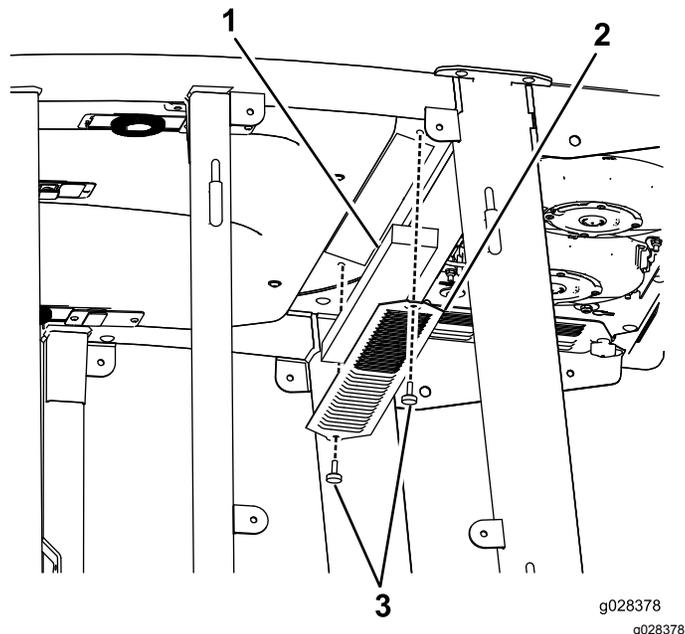
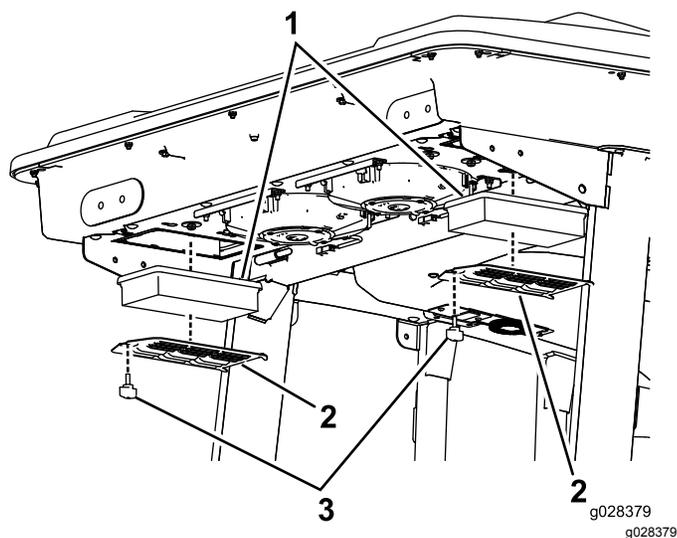
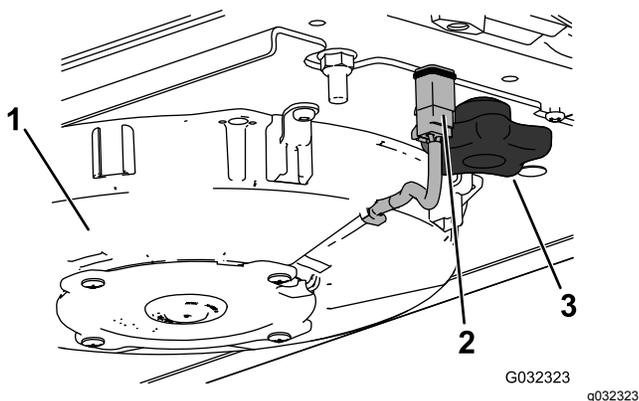
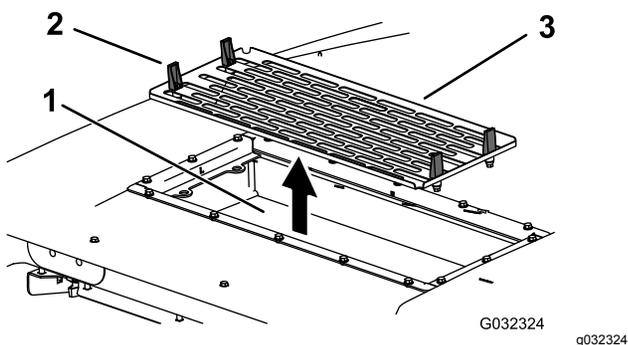

Рисунок 117
Рисунок 118
Рисунок 119
Рисунок 120
1. Выверните винты и снимите решетки у салонного и заднего воздушных фильтров кабины (Рисунок 117 и Рисунок 118).
5. Снимите воздушные фильтры (см. Рисунок 118).
7. Установите воздушные фильтры, сетку и вентилятор в сборе (Рисунок 118, Рисунок 119 и Рисунок 120).
8. Подсоедините провод к каждому вентилятору (Рисунок 119).